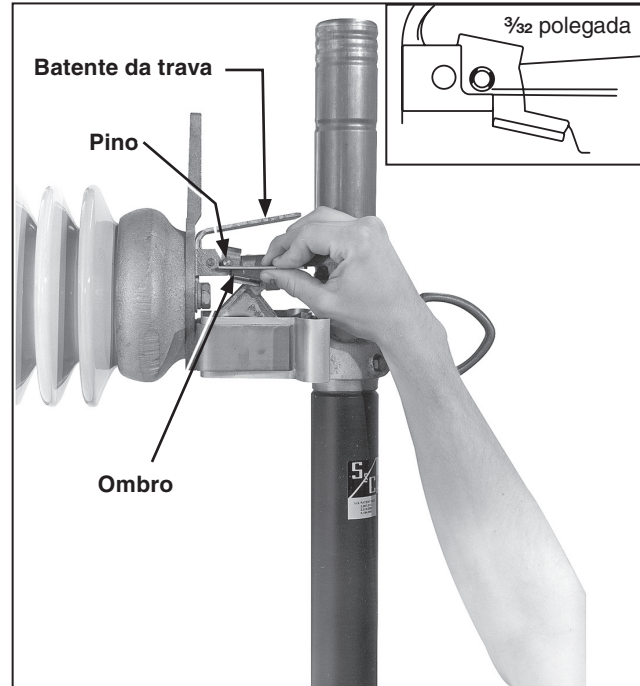

Figura 6. Verificação da folga entre o pino no conjunto da trava e a parte fundida do contato do ombro.
Um fusível SMD fabricado antes do outono de 1963 não pode ser fechado de forma brusca. Ele não possui o batente da trava indicado na Figura 6 e deve ser fechado deliberadamente com um movimento positivo realizado de forma firme. Alternativamente, ele pode ser fechado numa operação em duas etapas: (1) movimente a unidade fusível para cima contra o contato superior; e (2) empurre a unidade fusível até o contato com um movimento firme. Estes métodos de fechamento dão um tempo de assentamento adequado aos componentes da trava e evitam o recuo dos contatos da unidade fusível.
PASSO 5. Com o conjunto de unidade fusível fechado, confira a folga de $\frac{3}{32}$ polegada (2 mm) entre o pino do conjunto da trava e o ombro na parte fundida do contato abaixo. Ver Figura 6.